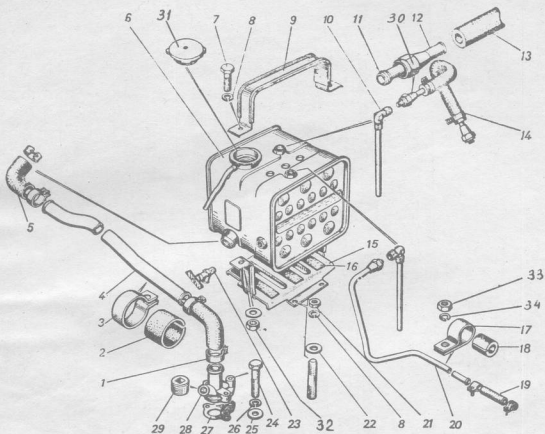

Рис. 19. Расширительный бачок системы охлаждения:
62. Установить на шпильку кронштейн 15 (Рис. 19) расширительного бачка, прокладку 16 и завернуть гайки 21 с плоской 22 и пружинной 8 шайбами. (Ключ гаечный открытый 13 мм, головка сменная 13 мм, ключ с присоединительным квадратом).
66. Подсоединить рукав 5 (Рис. 19) перепускной трубы 4 расширительного бачка к трубе 4, установить хомут и завернуть винт крепления хомута (Отвертка 6,5 мм).